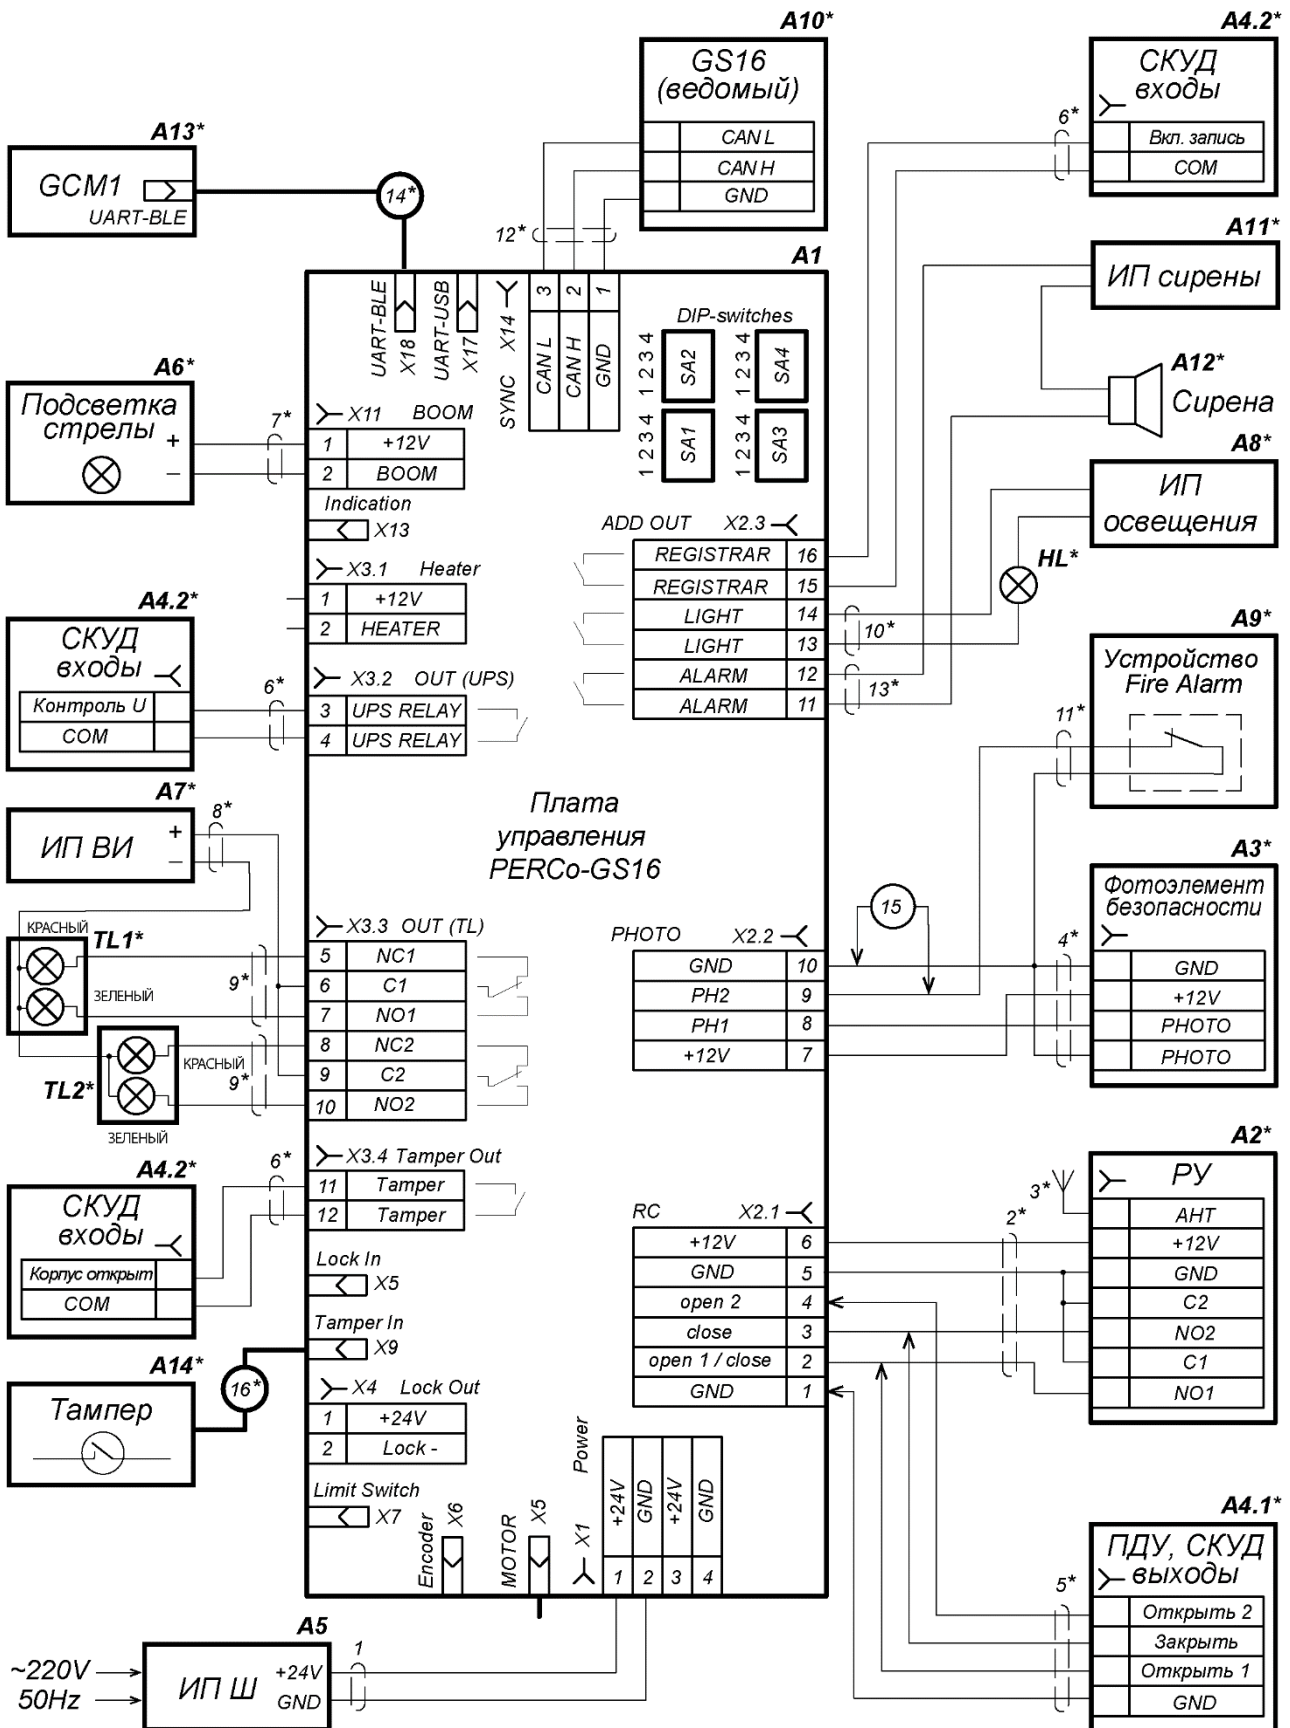

Рисунок 19. Схема подключения шлагбаума и доп. оборудования
Приемник фотоэлемента подключается к плате управления шлагбаума (см. рис. 19). Алгоритм работы и параметры сигналов – см. в разд. 5.4.2.
6. Произведите подключение в соответствии со схемой, см. рис. 19.
Устройство радиуправления устанавливается с помощью винтов или двустороннего скотча внутри стойки шлагбаума на свободном кронштейне (10) так, чтобы его антенна находилась напротив окна (11). Также его можно установить на монтажной панели (7), при этом антенну устройства, чтобы улучшить дальность работы, рекомендуется вынести коаксиальным кабелем к свободному окну (11). Выходы устройства РУ подключаются к плате управления в соответствии со схемой на рис. 19.
По умолчанию на разъеме **XP1 MODE** нет джампера №2 – включен режим управления двусторонним проездом (см. разд. 5.4.3). В этом режиме подключение светофоров производится к контактной колодке **X3.3** в соответствии со схемой на рис. 19: линии управления красными сигналами подключаются к нормально-закрытым выходам реле (*NC-C*), зелеными – к нормально-открытым (*NO-C*). Светофор **TL1** устанавливается со стороны проезда, управляемого сигналом на входе **open1 / close**, светофор **TL2** – со стороны проезда, управляемого сигналом на входе **open 2**.
На плате управления предусмотрено подключение освещения зоны проезда (по умолчанию в постоянном режиме при поданном на шлагбаум питании). Подключение производится к контактам **LIGHT** контактной колодки **X2.3** в соответствии со схемой подключения (см. рис. 19). На данный разъем можно подключить только нагрузку 12В не более 2А, в противном случае необходимо использовать промежуточное реле.
Для этой цели необходимо между шлагбаумами проложить кабель шины синхронизации и подключить его в соответствии со схемой (см. рис. 19). Затем при помощи DIP-переключателей **SA1.1** и **SA1.2** один из шлагбаумов настраивается как «ведущий», другой – как «ведомый» (см. разд. 8.10, п. 1). При этом сигналы управления должны подключаться на ведущий шлагбаум (на ведомом шлагбауме все управляющие сигналы будут игнорироваться).